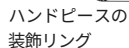

図2-A LEDランプなしのハンドピース
- 4 着脱式ハンドピースの主要部品に関する説明（図2参照）
2.3 ハンドピースの主要部品に関する説明（図2参照）。
4 着脱式ハンドピースの主要構成部品に関する説明（図2参照）